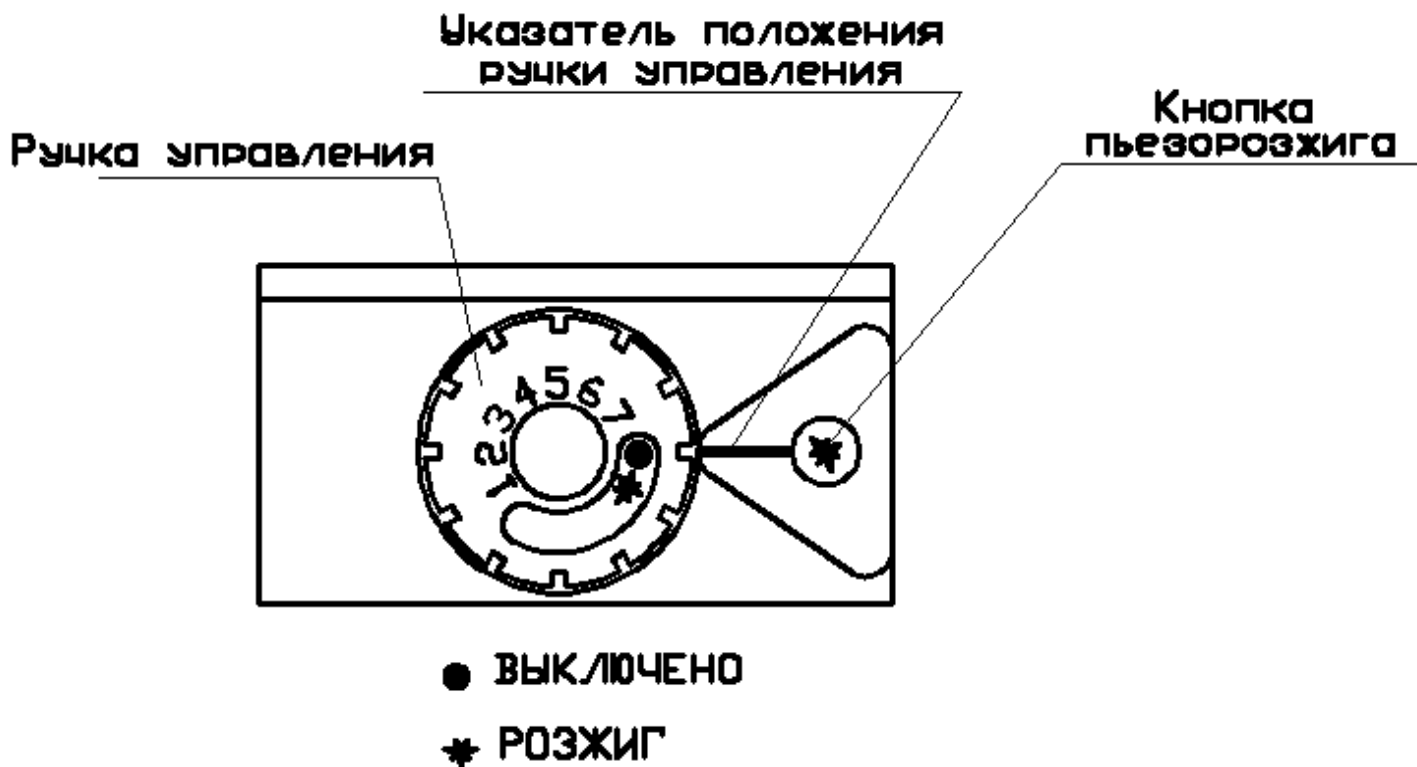

Рисунок 3. Элементы управления газового клапана 630 EUROSIT.
В начальном положении ручка управления (рис.3) находится
7.2.2 Установить ручку управления (рис.3) на желаемую температуру.
7.3.1 Повернуть ручку управления (рис.3) по часовой стрелке в положение «ВЫКЛЮЧЕНО».
При отпуске ручки управления (рис.3) гаснет пламя на запальной горелке